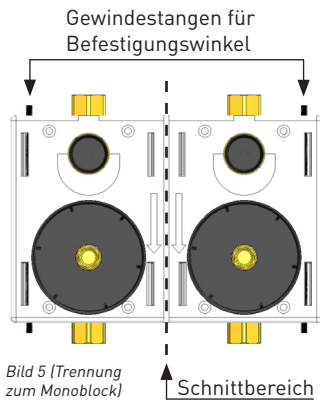

Bild 5 (Trennung zum Monoblock)
- Montageblock Duo vor Ort trennbar zum Monoblock (Bild 5)